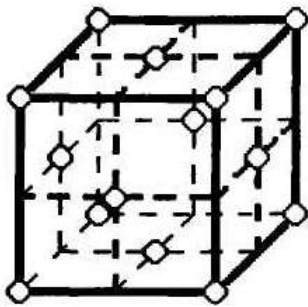

Рис. 1.3. Кристаллическая решетка сплава
13. Сколько атомов принадлежит представленной на рис. 1.3 элементарной ячейке?